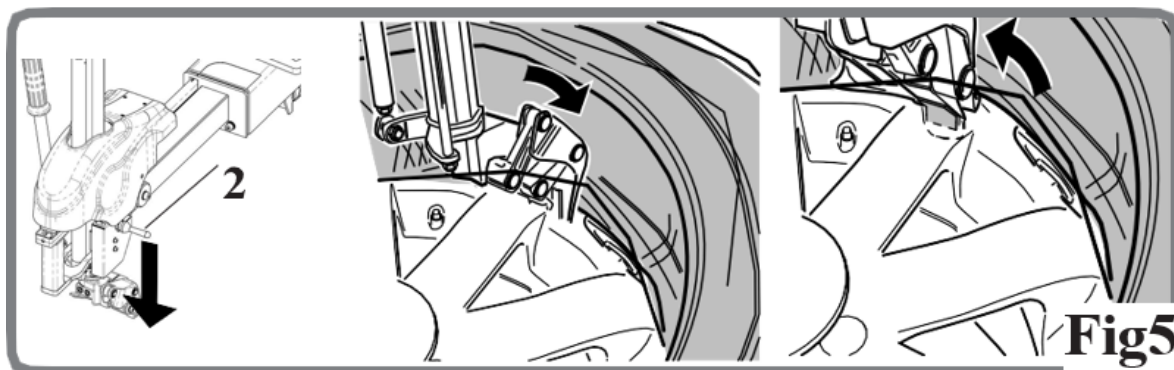

Fig51
- Betjen krogen og grib fat i dækkets nederste dækside ved hjælp af kontrol (2, Fig51).